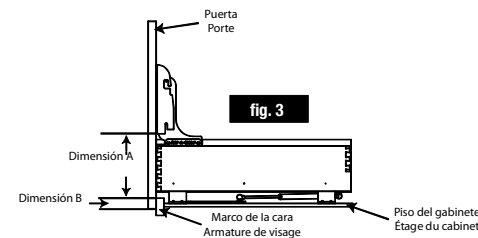

fig. 3
Step 5. Measure the distance from the bottom face frame to the bottom of the door mount bracket, Noted as Dimension A. Measure your door overlap. Noted as Dimension B as shown in figure 3. **NOTE:** On frameless cabinets, measure from the cabinet floor to the bottom of the door bracket.
Étape 5. Mesurer la distance entre le cadrage avant du bas et le dessous du support de porte. Noter la dimension comme étant la dimension A. Mesurez votre chevauchement de porte. Notez-le comme étant la dimension B suivant les indications de la figure 3. **NOTE:** Sur les caissons sans cadre, mesurez à partir du plancher du caisson jusqu'au bas du support de porte.